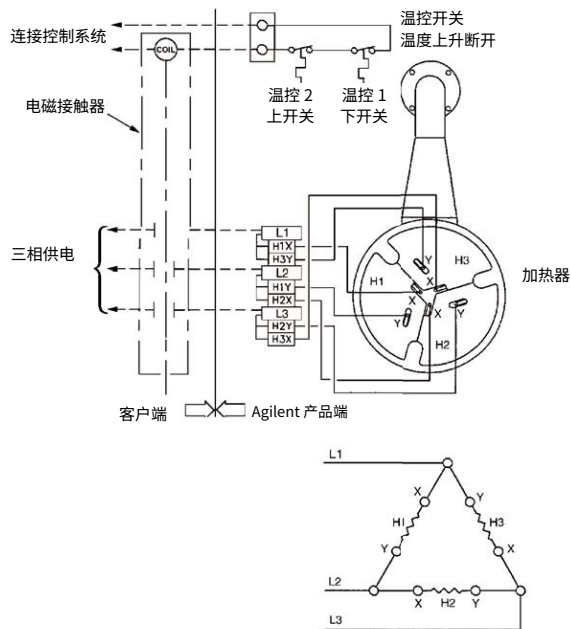

图 11 HS-16 三相角形接法电路
- 1 串联冷帽冷却盘管与所有泵体和前级冷却系统，除了如图 11 所示的速冷盘管（见下文）。请参阅表 4 了解您的泵所需的冷却水流量。较高的流量不会损坏泵。